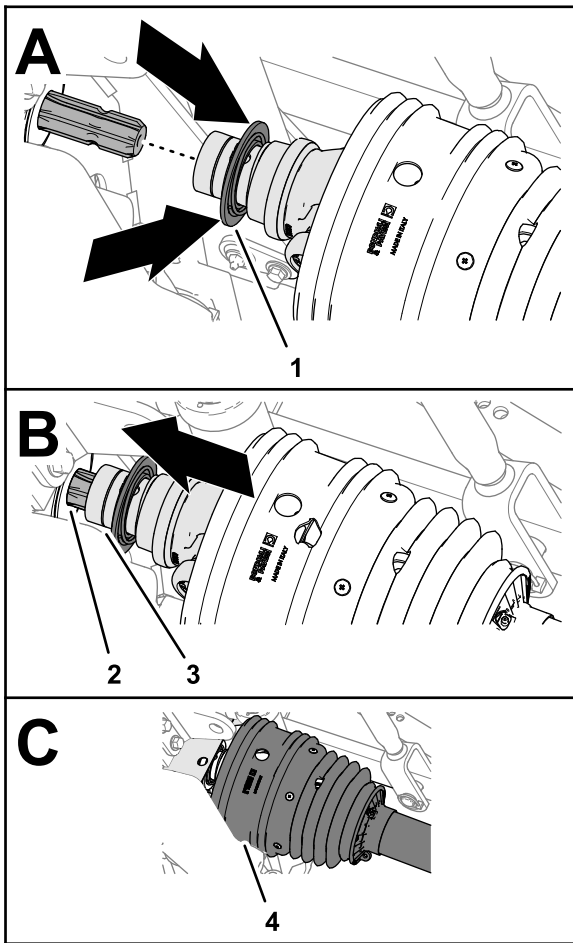

Figura 31
2. Tire hacia atrás del collarín de bloqueo del enganche de conexión rápida (Figura 31).
- Mientras tira hacia atrás del collarín de bloqueo, tire de la horquilla del árbol de transmisión de la TDF hacia delante y deslice el conector del enganche sobre las acanaladuras del eje de salida de la TDF (Figura 31).
- Asegúrese de que el protector está colocado sobre la horquilla del árbol de transmisión (Figura 31).